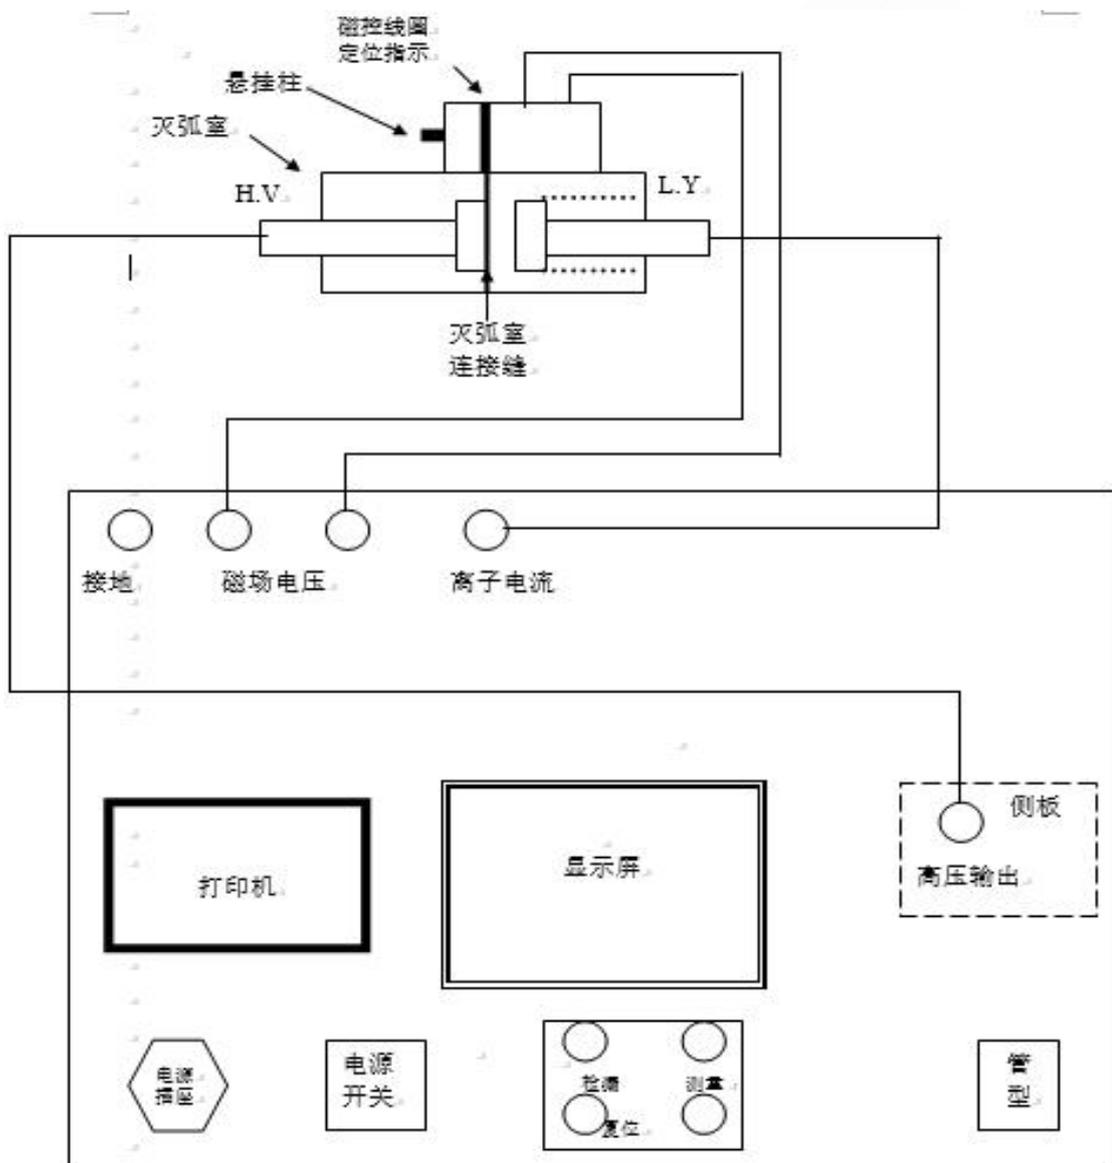

图 2 号 ZKD-IV 真空开关真空度测试仪
仪器面板如图 2 所示，检漏键用于对真空管真空度进行初步的判断，测量键用于施加高压及强电磁场对真空管真空度进行定量测试。在仪器侧面有一个高压输出端子，可用高压线连到真空管的一个触头上。离子电流输入端连接到真空管的另一个触头上。磁场电压两输出端应接到励磁线圈的两个接线端子上。接地端用于仪器外壳的保护接地。管型输入拔码开关用于输入灭弧室的管型，灭弧室的管型由灭弧室外直决定，带外罩的以外罩直径为准。
4、然后按图 2 所示悬挂好励磁线圈,白刻度线对准真空断路器中间位置,用绑带绑紧电磁铁和真空断路器（实验时脉冲电压会产生冲击力，避免造成真空断路器的损裂）。